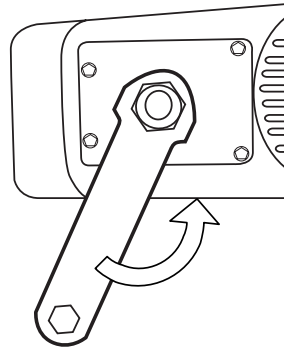

Abb. 4
2. Lösen Sie den Öltankdeckel **(5)** mit dem Universal-Sechskantschlüssel **(14)** und nehmen Sie diesen ab (Abb. 4).